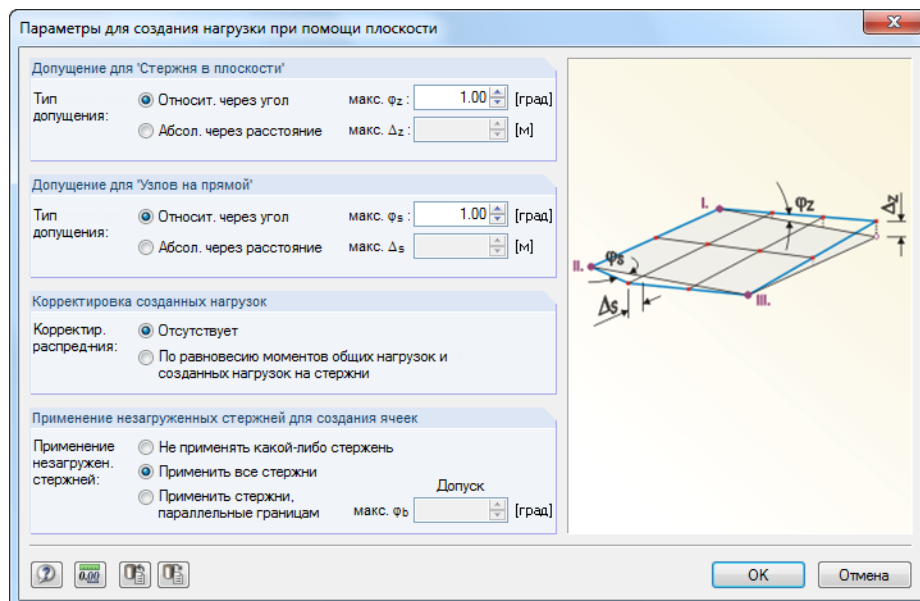

Рисунок 11.178: Диалоговое окно *Параметры для создания нагрузки через плоскость*
- **Используйте элементы параллельно границе:** Таким образом, можно исключить элементы, лежащие в наклонном положении. Если предельный угол между элементами ϕ_b ограничивается 40.55° в диалоговом окне *Параметры* (см. Рисунок Рисунок 11.178, страница 563), то нагрузка будет генерироваться, как ожидалось.
Когда свободно переменные нагрузки установлены, вы должны выбрать коррекцию распределения в соответствии с моментом равновесия в диалоговом окне *Параметры* (см. Рисунок 11.178, страница 563). В противном случае, будут генерироваться постоянные нагрузки элементов.
Нажмите кнопку [Настройки], показанную на рисунке слева, чтобы открыть Диалоговое окно *Настройки для создания нагрузки* (см. Рисунок 11.178, страница 563). Затем, можно
ваны в диалоговом окне *Настройки для создания нагрузки* (см. Рисунок 11.178, страница 563), доступ к которым можно получить с помощью кнопки [Настройки].
Нажмите кнопку [Настройки], показанную на рисунке слева, чтобы открыть Диалоговое окно *Настройки для создания нагрузки* (см. Рисунок 11.178, страница 563). Затем, можно регулировать допуск для интеграции узлов в плоскости нагрузки или исправить сгенерированные нагрузки.
Нажмите кнопку [Настройки], показанную на рисунке слева, чтобы открыть Диалоговое окно *Настройки для создания нагрузки* (см. Рисунок 11.178, страница 563).